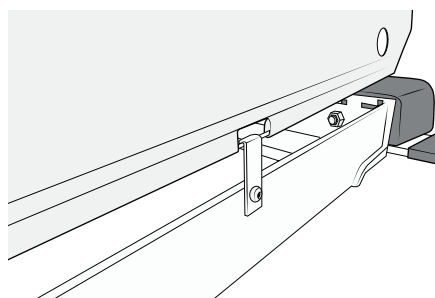

Figure 96
36. Repositionnez la barre du rideau à rouleau. Voir Figure 96.